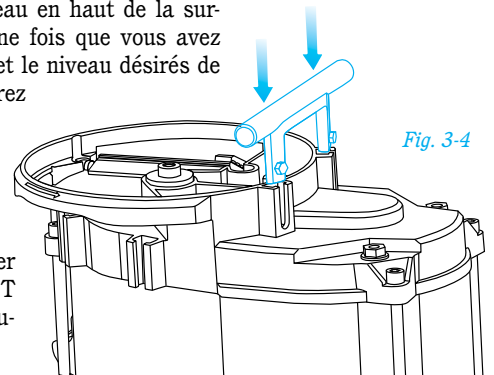

Fig. 3-4
7. Installez l'appui d'outil supérieur. Pour installer l'appui d'outil supérieur, retirez-le d'abord de son emballage et trouvez les 2 vis moletées fournies pour monter l'appui d'outil. Faites simplement glisser l'appui d'outil dans les rainures en T sur le dessus de l'unité. **Voir la fig. 3-4.** Vissez les attaches fournies dans les trous taraudés dans l'appui d'outil. Assurez-vous que l'appui d'outil est de niveau en plaçant un niveau en haut de la surface de l'appui. Une fois que vous avez trouvé la hauteur et le niveau désirés de l'appui d'outil, serrez les 2 vis moletées. Ne serrez pas trop ces 2 vis car vous risqueriez de forcer et/ou d'endommager les rainures en T dans le moulage supérieur.